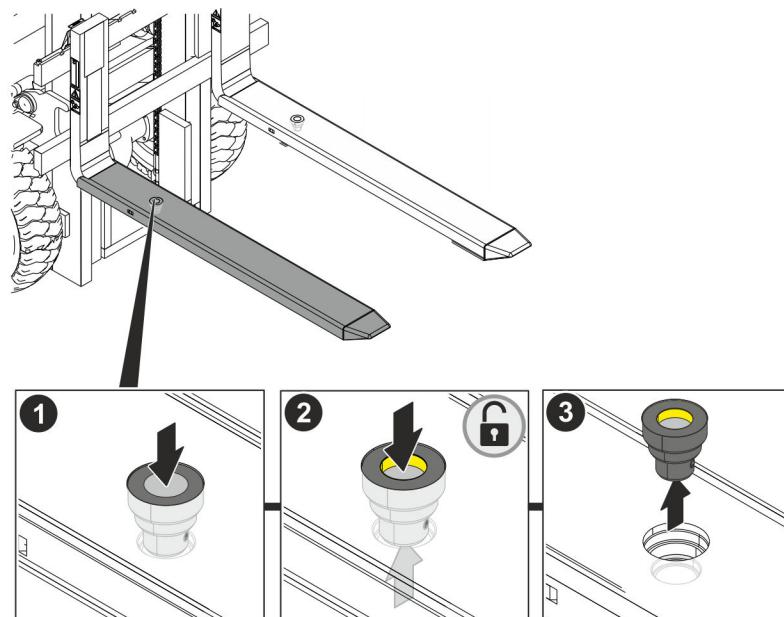

Abb. 11: Verriegelungsbolzen entnehmen
1. Druckpunkt des Verriegelungsbolzens von oben eindrücken (Abb. 11/1).
2. Verriegelungsbolzen im eingedrückten Zustand durch gleichzeitiges Drücken von unten hochdrücken (Abb. 11/2).
3. Verriegelungsbolzen aus der Grundgabelzinke entnehmen (Abb. 11/3).